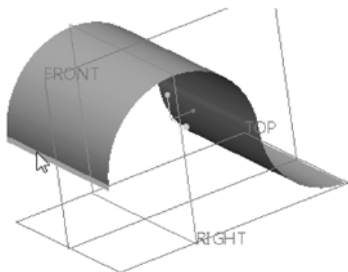

图 7-111 选择要延伸的曲面边界边链
- 2 选择要延伸的曲面边界边链, 如图 7-111 所示。